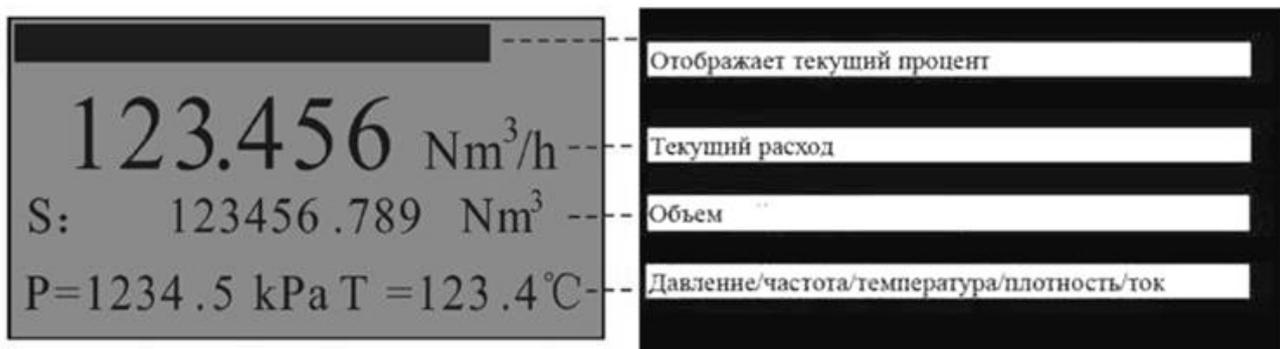

Рис.5. Дисплей расходомера
4.1.2. Вид дисплея расходомера приведен на рис.5.